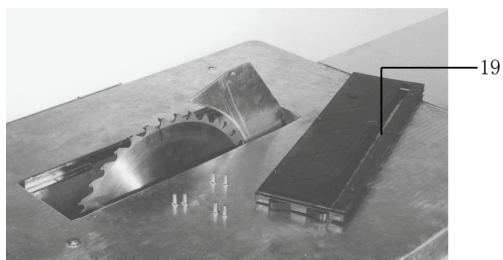

Abb. 25
- Lösen Sie die Schrauben und nehmen Sie Teil 19 ab (siehe Abb. 25).